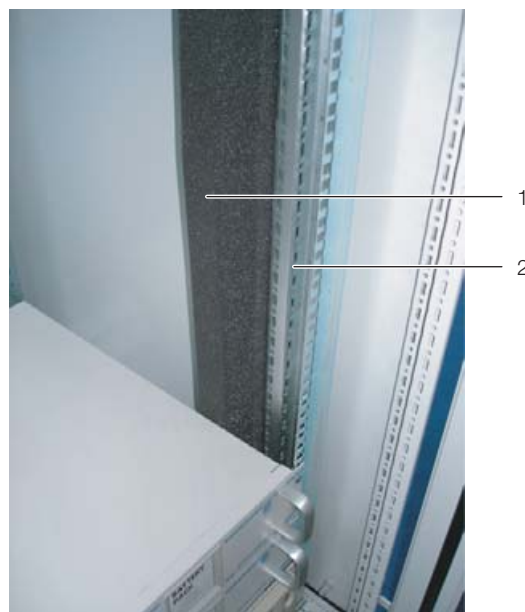

Abb. 14: Schaumstoffstreifen an einer Stütze des Serverracks
behör des LCP DX von außen an einer der vorderen Stützen des Serverracks (Abb. 14). Achten Sie darauf, dass Sie diesen Streifen auf der Seite des Serverschranks anbringen, auf der das LCP DX angereicht wird.
**hen:** Befestigen Sie den schmaleren (Best.-Nr. 3301.380 / 3301.390) der beiden Schaumstoffstreifen aus dem Zubehör des LCP DX von außen an einer der vorderen Stützen des Serverracks (Abb. 14). Achten Sie darauf, dass Sie diesen Streifen auf der Seite des Serverschranks anbringen, auf der der Schrank wieder mit einer Seitenwand verschlossen wird.